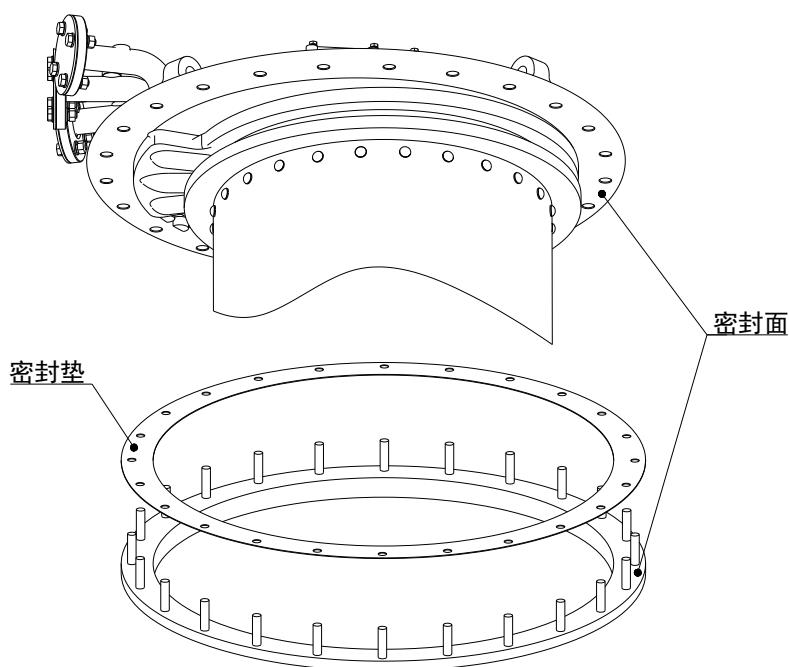

图 5-12
1. 将分接开关安装法兰底面和变压器安装法兰表面擦拭干净, 且在变压器安装法兰面上放置密封垫 (图 5-12)。